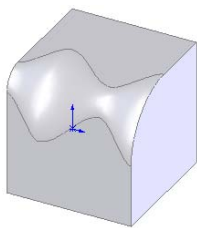

图 3-91 圆角的图形
**08** 确认圆角特征。单击“圆角”属性管理器中的“确定”图标按钮 , 结果如图 3-91 所示。